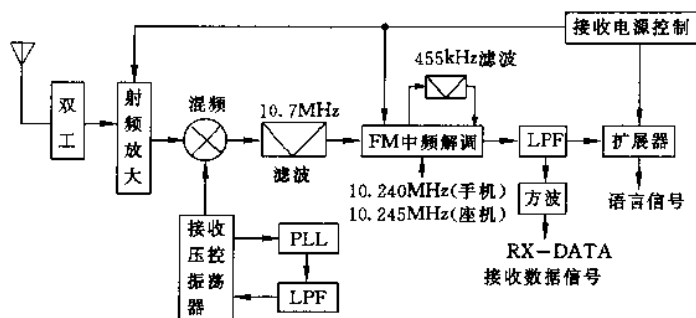

图 2-44
⑧低频放大器的作用是：将鉴频器输出的音频信号进行放大，以推动喇叭(SP)工作。
(3)多频道自动选址的无绳电话机接收回路构成框图如图 2-44 所示。图中，LPF 为低通滤波器，PLL 为锁相环。